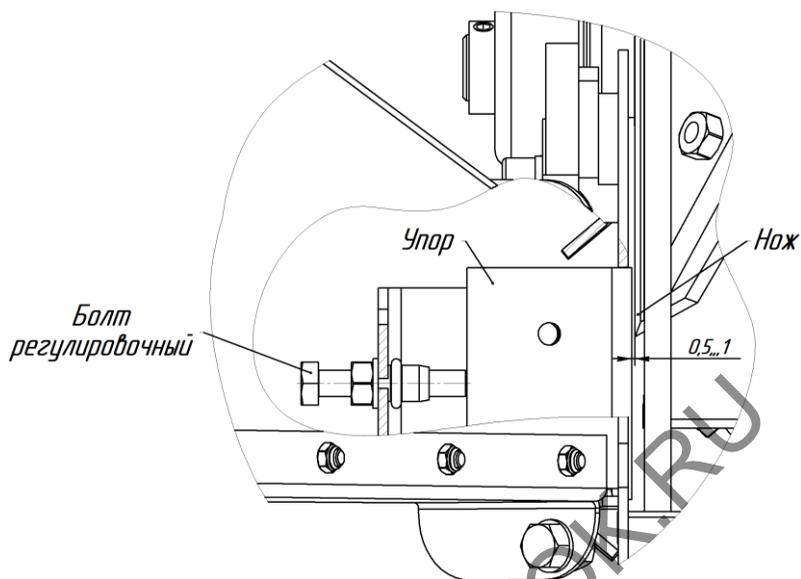

Рис.8. Выставление зазора между ножом и упором
- с помощью регулировочного болта выставить зазор между ножом и упором так 1 мм (рис.8).